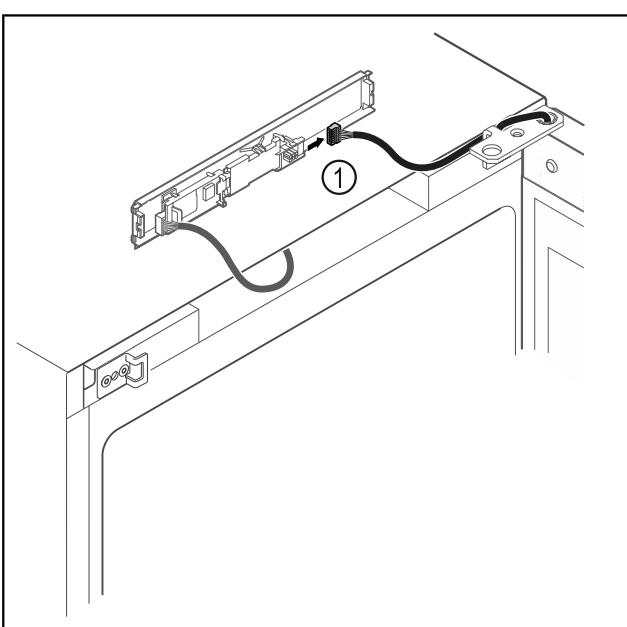

Fig. 18
► Shkëputni spinën Fig. 18 (1) nga qarku.